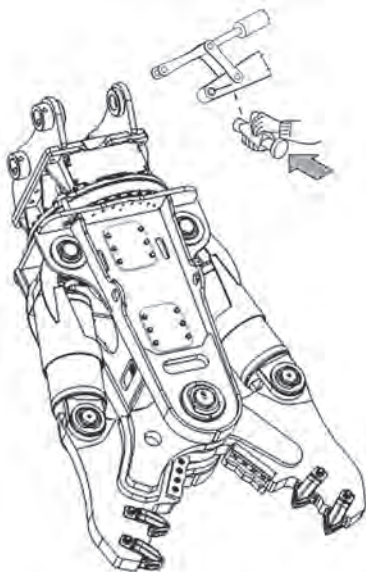

Рис. 8
- Вставьте первый палец, проверив выравнивание, и зафиксируйте его предохранительными элементами (винтами, шплинтами и т.д.) (Рис. 8).